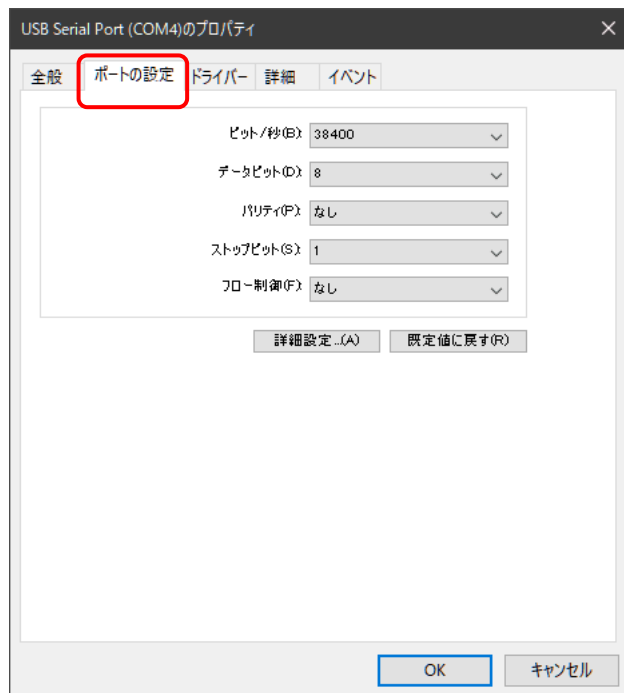

図 3.1-2
プロパティ画面を「ポートの設定」タブにします。PCAN-LIN（デフォルト）と接続するためには、図 3.1-2 のように設定します。
- COM、Bit rate (図 3.2-2 の設定)： デバイスマネージャーで COM ポートを確認 (図 3.1-1、図 3.1-2 参照)